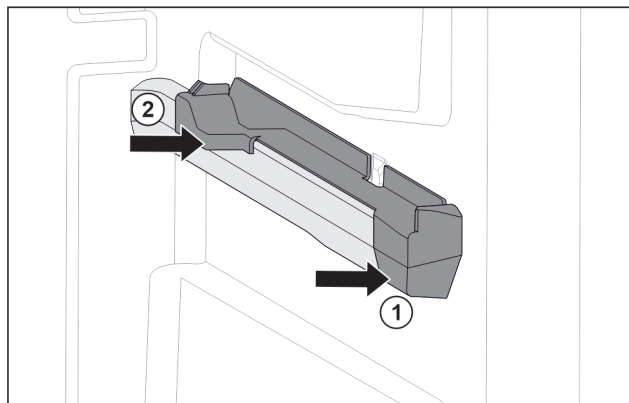

Fig. 97 Вставная часть на правом контейнерном ребре
- ▶ Наденьте вставную часть спереди на контейнерное ребро. Fig. 97 (1)
- ▶ Нажмите на вставную часть сзади. Fig. 97 (2)